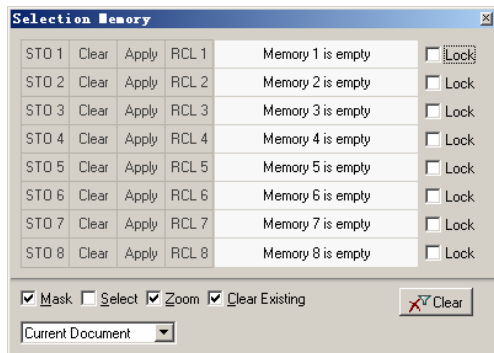

图 3.43 “Selection Memory”面板
(2) 单击工作区域右下方的  按钮，打开如图 3.43 所示的“Selection Memory”面板。